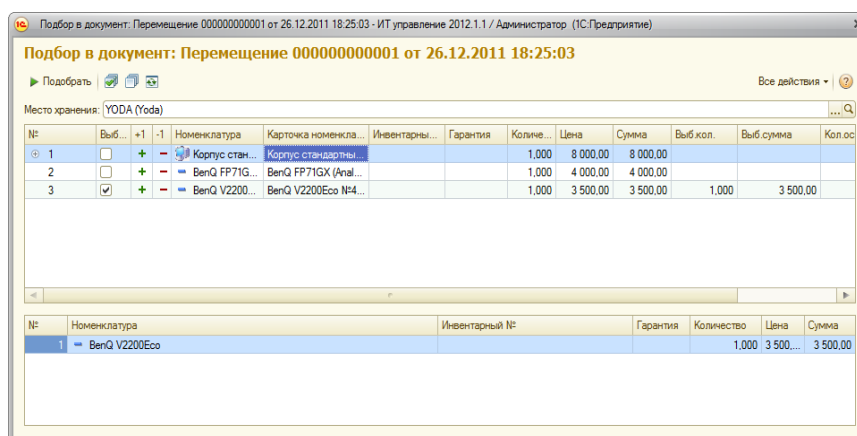

Рис. 2. Подбор из комплектующих в наличии на рабочем месте
- Воспользоваться формой «Подбор», где в иерархическом виде представлены комплектующие, соответствующие данному подбору (рис. 2). В форме подбора необходимо обозначить флажками позиции, которые следует подобрать в документ. Если требуется подобрать только определенные позиции, необходимо дважды кликнуть на колонке «Кол-во выбрано» и ввести нужное количество. Можно также воспользоваться кнопками для выбора / отмены выбора всех позиций.